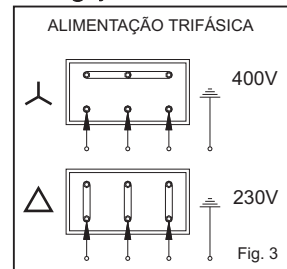

Fig. 3
- Os esquemas da Fig.3 facilitam a correcta ligação eléctrica.